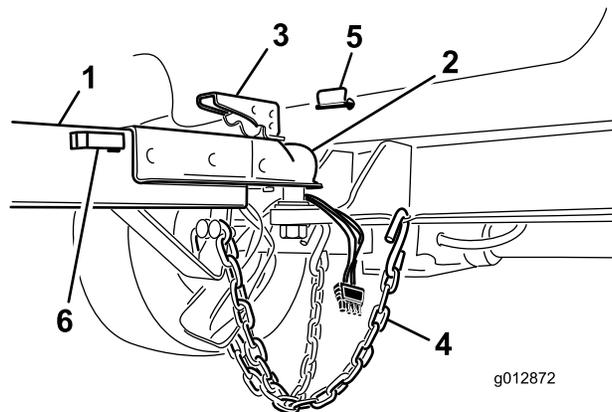

図 11
2. トングのカップラレバーを持ち上げながら、カバーをボールヒッチの上に降ろす（図 11）。